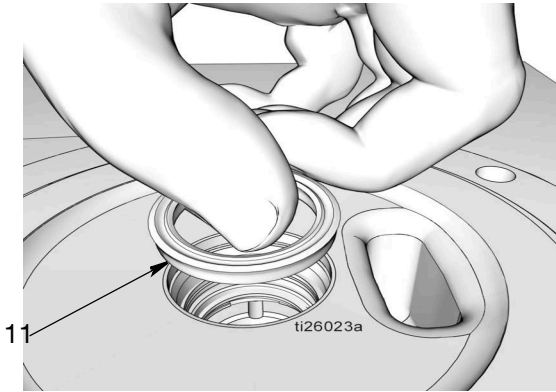

FIG. 36
- h. Mettre le joint (11), avec les lèvres orientées vers le haut comme montré sur la FIG. 36.